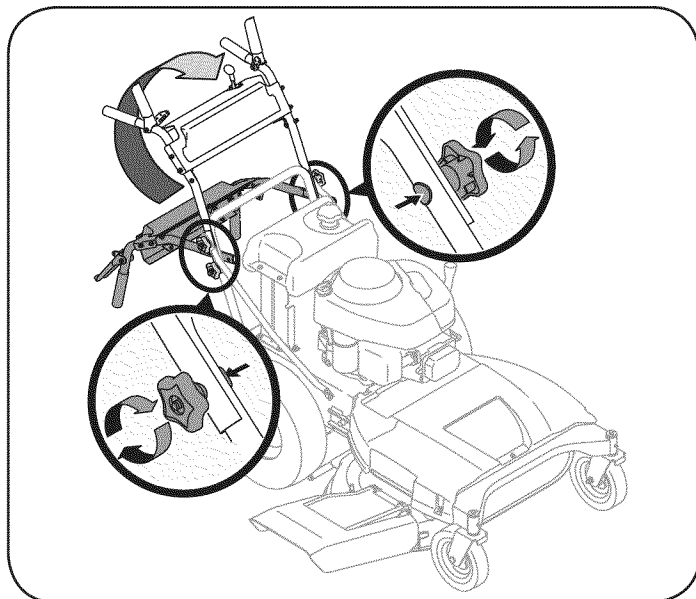

Figura 3
2. Gire la manija superior a la operación operativa, Figura 3. Tenga cuidado de no doblar ni torcer los cables al girar la manija.
4. Ajuste las perillas en estrella superiores e inferiores y los tornillos del carro para asegurar la manija superior a la inferior, Figura 3.